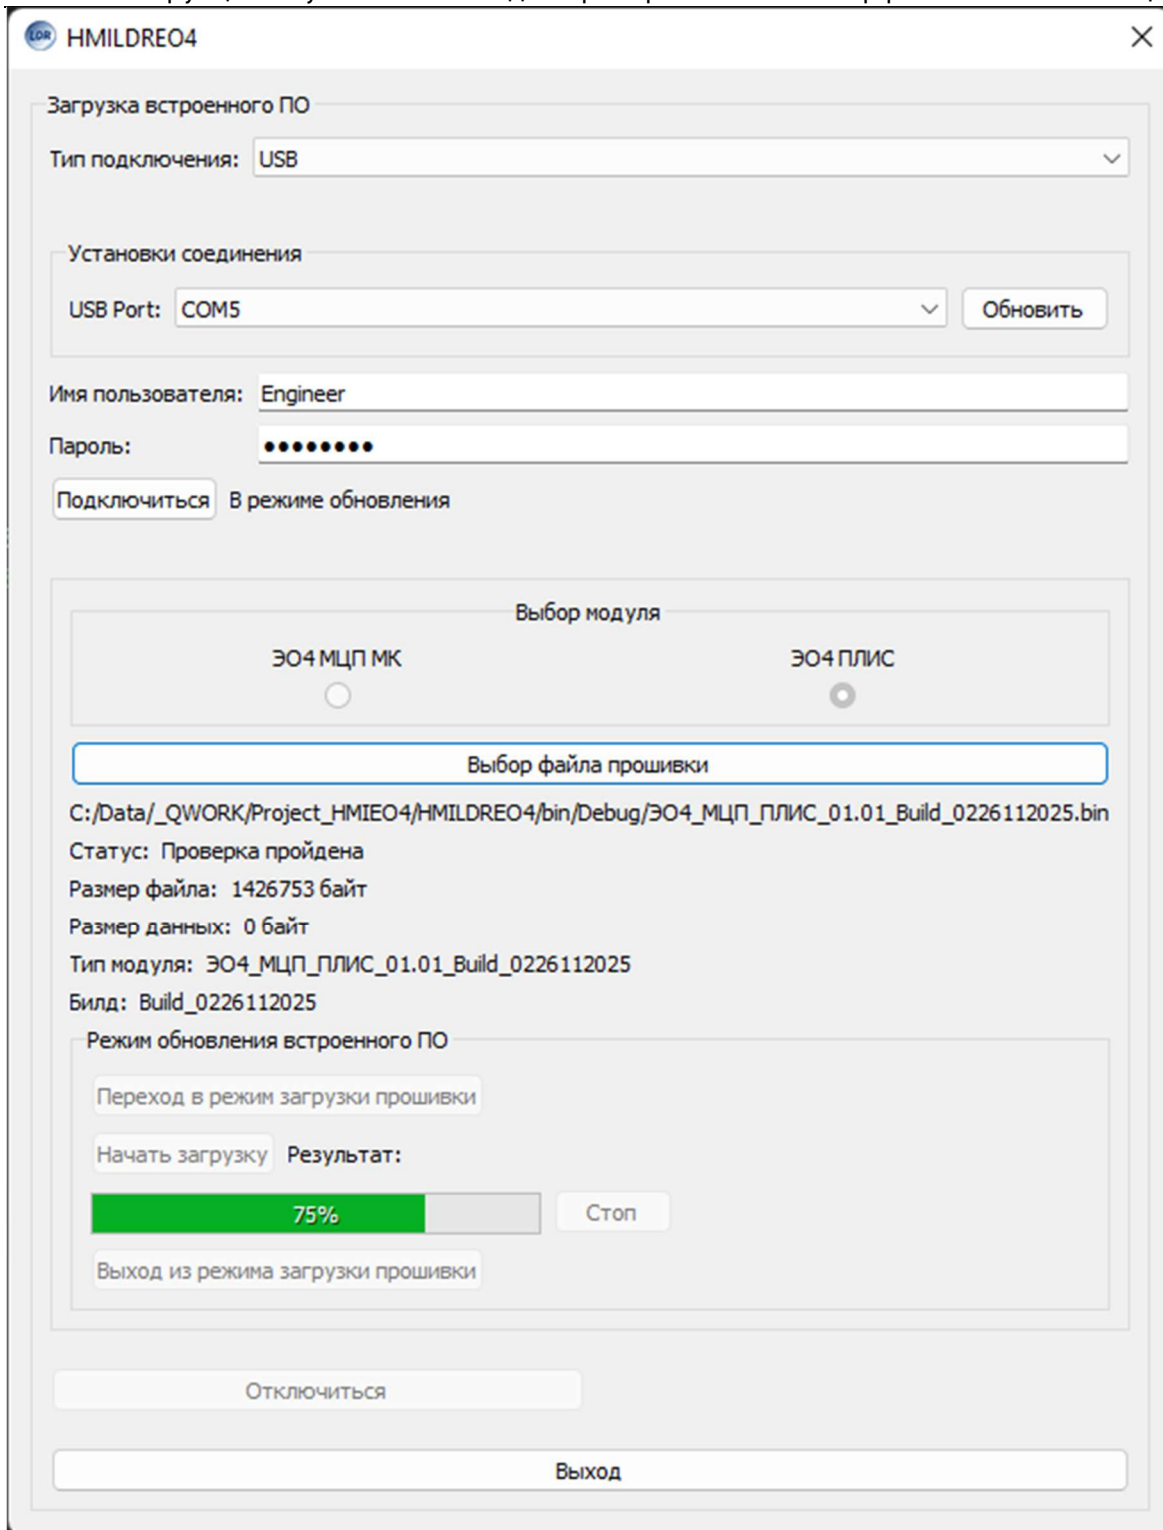

Рис. 12 Загрузка прошивки
- 4.9. Нажмите на кнопку «Начать загрузку». Начнётся процесс загрузки: индикатор прогресса отображает ход процесса загрузки (Рис. 12).